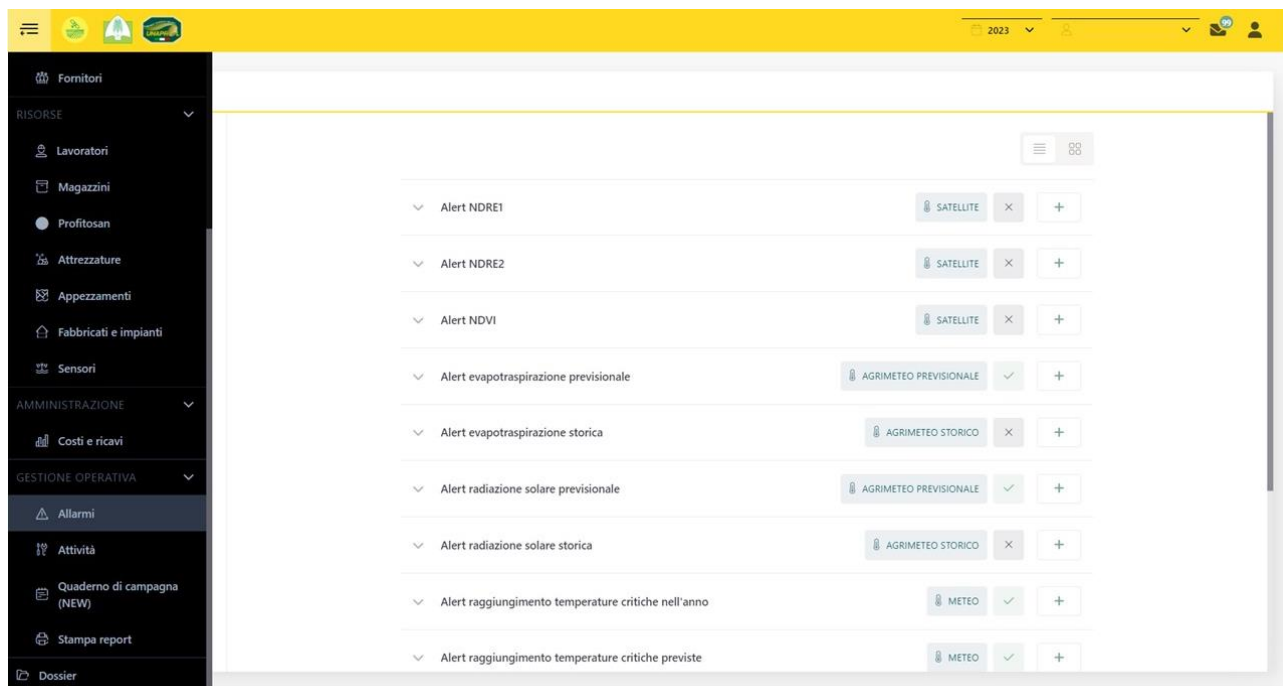

FIGURA 16 – MODULO ALLARMI
- Poi selezionare *Allarmi* (Figura 16).